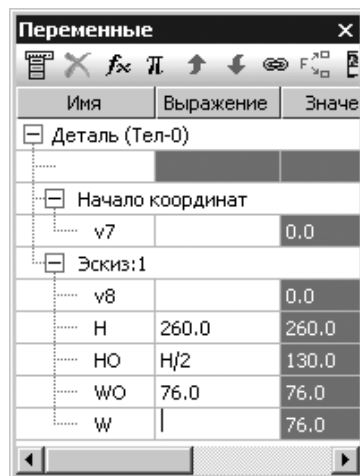

Рис. 3.33. Диалоговое окно **Переменные** с развернутым списком переменных и выражений эскиза – **Эскиз:1**
- введите в выделенной ячейке выражение **H/2**, а затем нажмите клавишу **Enter**. Это означает, что мы ввели уравнение **H0=H/2**. Это состояние диалогового окна **Переменные** и эскиза показано на рис. 3.33.